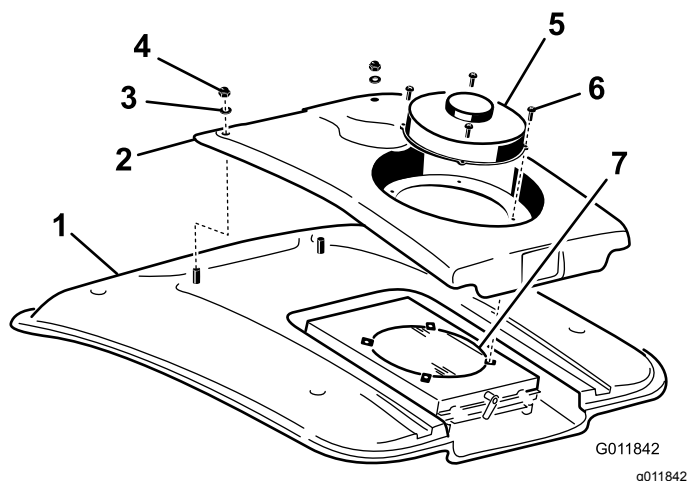

Figura 114
2. Rimuovete le (4) viti che fissano la ventola e il coperchio del condensatore al supporto della ventola (Figura 114).
4. Rimuovete i due dadi e le due rondelle che fissano la parte anteriore del coperchio del condensatore al tetto della cabina (Figura 114).
8. Pulite accuratamente il condensatore dell'aria condizionata con aria compressa (Figura 114).